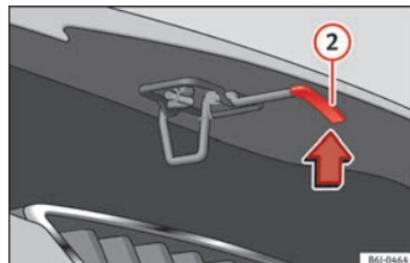

Fig. 6 Came baixo o capou.
- Levantar o capô: faça pressão para cima sobre a saliência situada debaixo do capô »» Fig. 6 ②. O gancho de fixação fica desbloqueado.